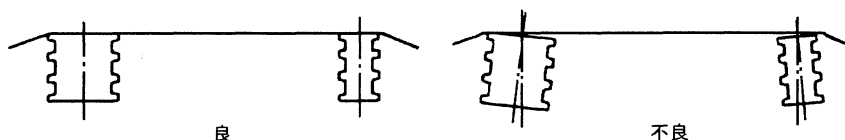

図 7 プーリ図
- (1) Vベルトカタログを参照し、ポンプと駆動機の回転速度をもとにしてポンプ側、駆動機側それぞれのベルト車の大きさ、Vベルトの本数を決めてください。
- (2) Vベルトを一直線にするために駆動機とポンプの両プーリに糸を張ります。図 7 のように糸がプーリ側全面に接触し、かつ一直線になるようにしてください。